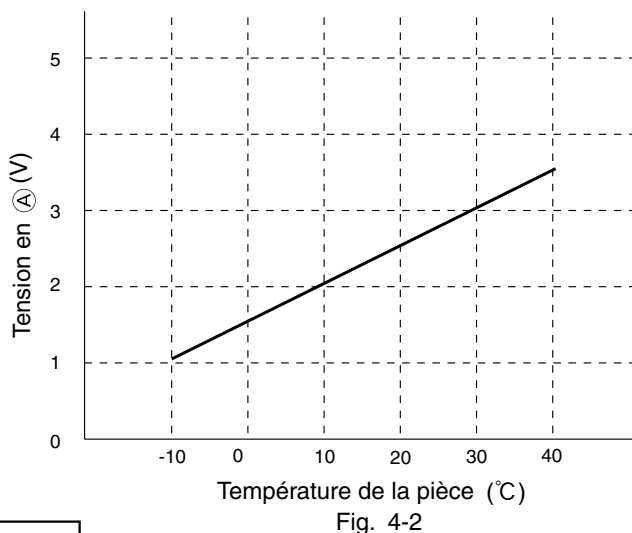

Fig. 4-2
- (1) Préchauffage
- (2) Dégivrage à basse température pendant la réfrigération et la déshumidification.
- (3) Détection du non fonctionnement de la vanne d'inversion ou de la coupure de la thermistance de température de l'échangeur de chaleur.
La tension en ② dépend de la température de l'échangeur de chaleur, comme le montre la Fig. 4-2.